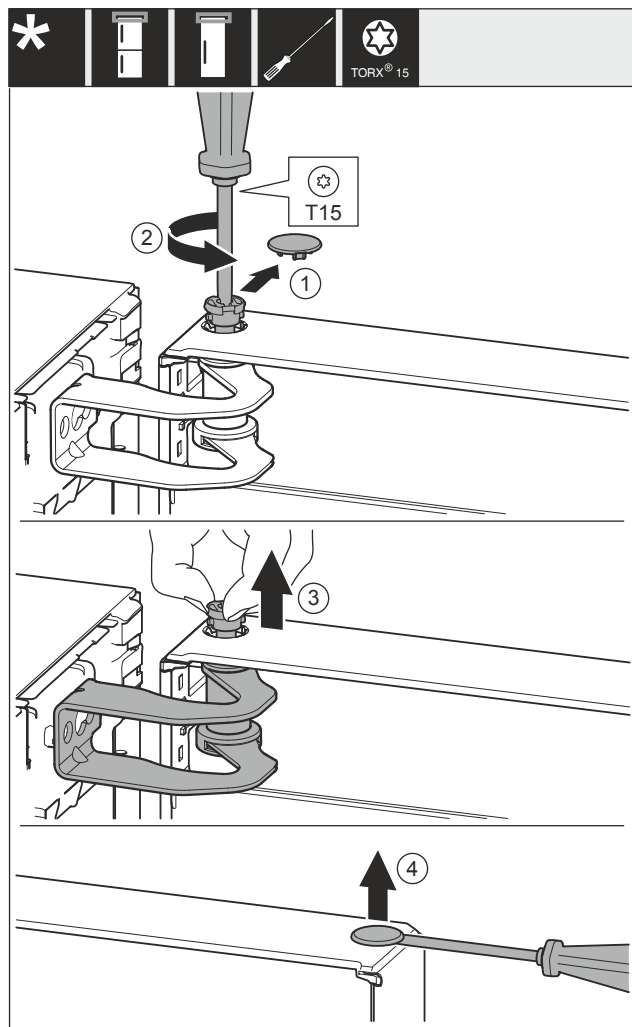

Fig. 13
- Opatrně sejměte kryt Fig. 13 (1).
- Šroubovákem o kousek vyšroubujte čep Fig. 13 (2).
- Čep Fig. 13 (3) vytáhněte prsty.
- Kryt Fig. 13 (4) opatrně nadzvedněte šroubovákem a odstraňte.